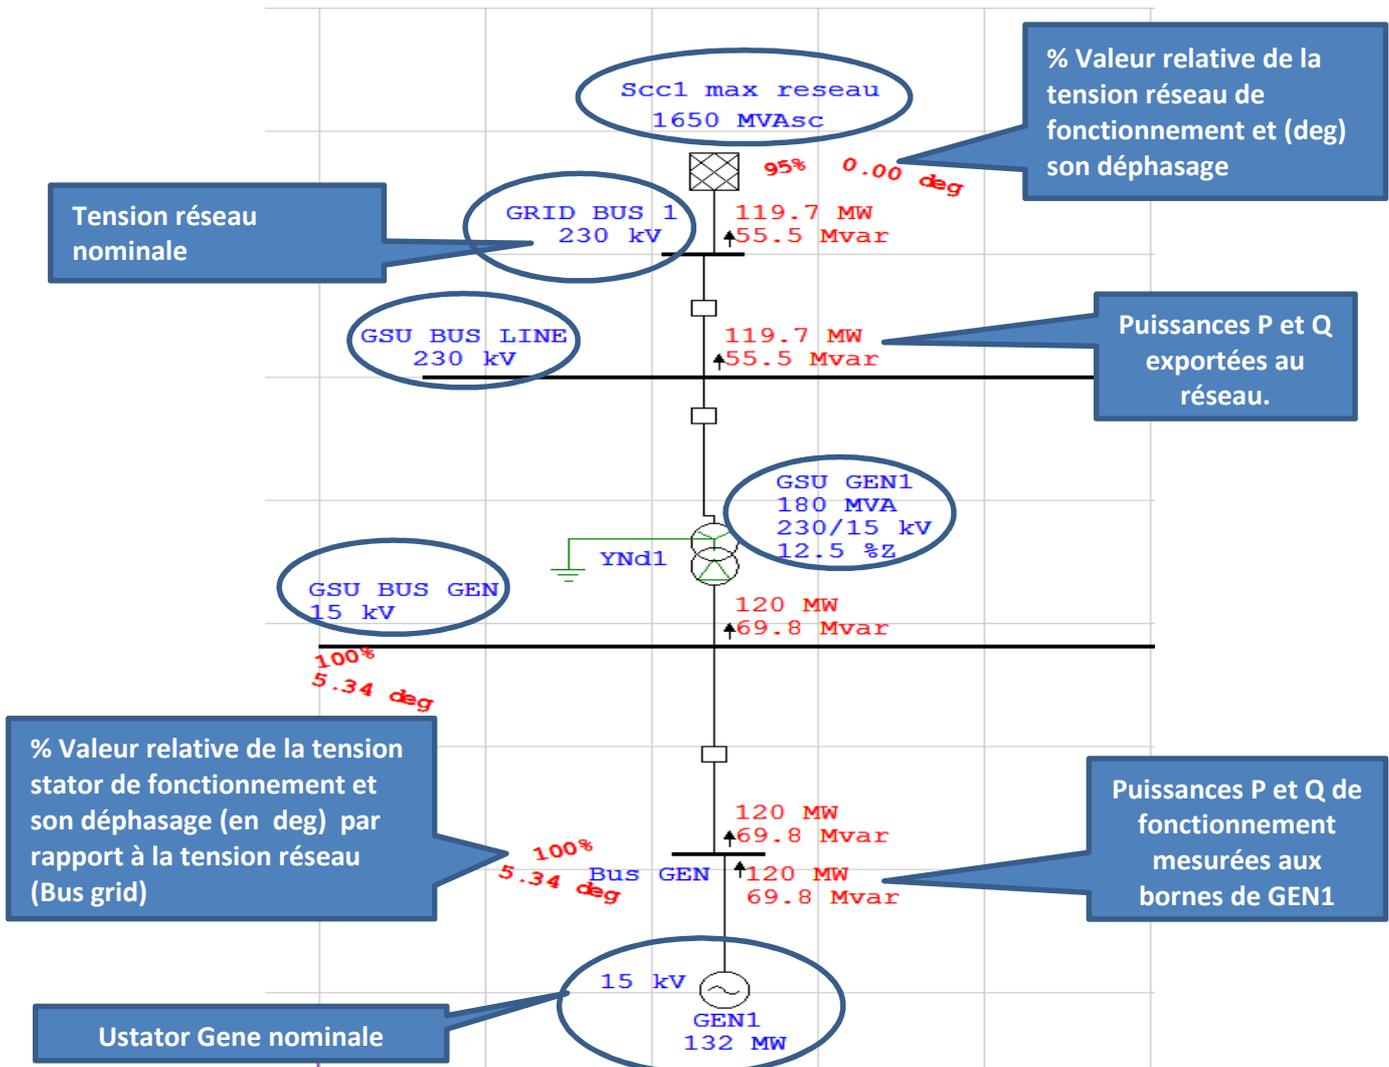

Figure 3 (calcul de répartition de puissance – Load flow)
**Pour le point de fonctionnement illustré à la figure 3,
9 - Réalisez un schéma unifilaire de la figure 3 avec en per unit toutes les grandeurs et impédances caractéristiques de GEN1, GSU_GEN1, GEN_réseau, vous prendrez comme base SB= 100MVA.
10 - Tenant compte du point de fonctionnement de tension U et de puissances P, Q débitées sur le réseau telles que illustrées sur la figure 3 :
12 - Commentez vos résultats par rapport aux résultats de la figure 3.